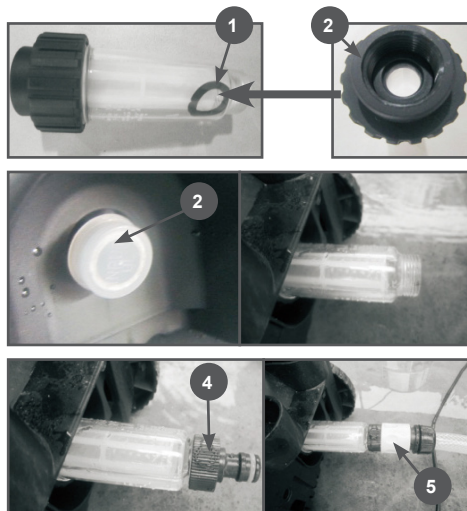

Рис. 6 Установка шланга подачи воды
5. Установите фильтр тонкой очистки на входной штуцер аппарата. Для этого (Рис. 6):
6. Накрутите на фильтр адаптер 4 (Рис. 6). Возьмите шланг подачи воды с коннектором, оттяните втулку коннектора 5 назад и оденьте коннектор на адаптер, затем отпустите втулку коннектора шланга (Рис. 6). Присоедините шланг подачи воды через адаптер к крану водопровода.